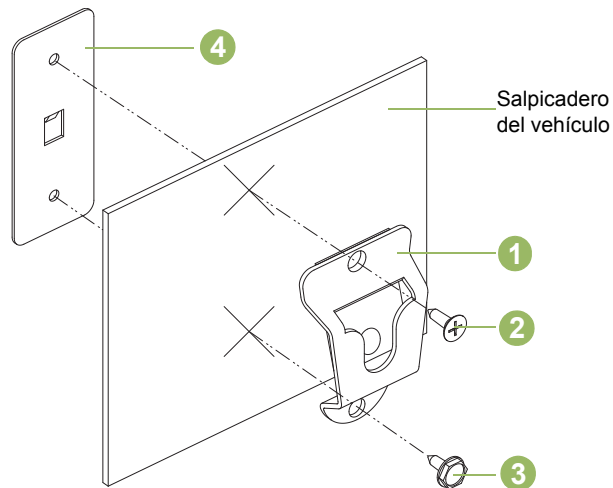

Figura 4.2: Instalación del soporte de montaje
Consulte la Figura 4.2 a continuación y fije el clip de sujeción (1) al vehículo con los dos tornillos de las chapas metálicas y la placa de respaldo proporcionados. Coloque la placa de respaldo (4) detrás del salpicadero. Utilice el tornillo de cabeza plana (2) en el orificio de montaje superior y el tornillo de cabeza hexagonal (3) en el inferior. Asegúrese de que los tornillos de montaje están fijados a la placa de respaldo.